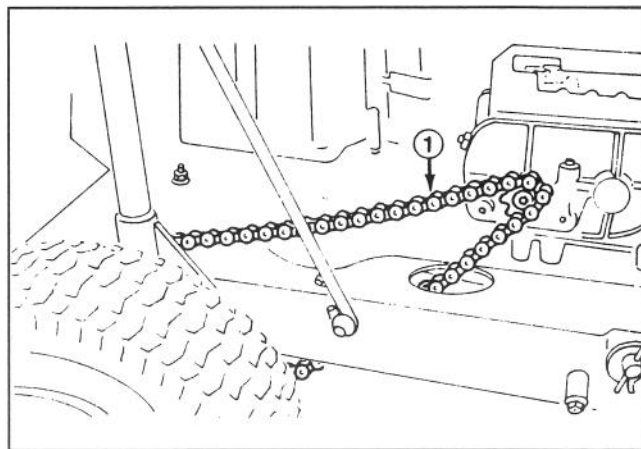

Fig. 19
2. Verificate la flessione della catena di comando sollevandola e premendola con pressione moderata al centro (Fig. 19). La flessione totale dovrebbe essere di 3 mm; se fosse diversa, sarà necessario regolarla seguendo le voci 2-13.